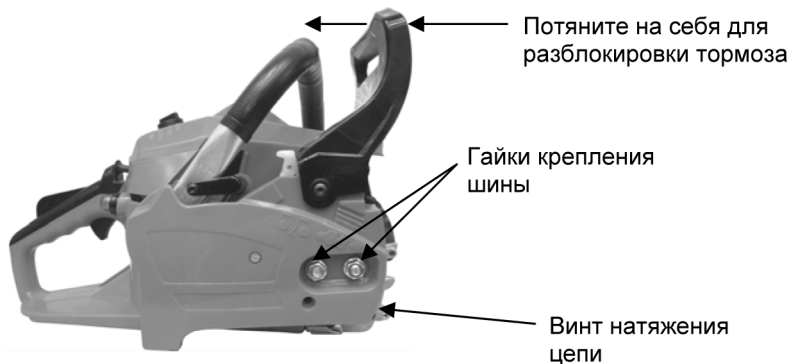

Рис. 3
1. Перед установкой шины и цепи убедитесь, что инерционный тормоз цепи разблокирован. Для этого потяните ручку инерционного тормоза на себя (рис. 3).
2. Комбинированным ключом (входит в комплект) открутите гайки крепления шины (рис. 3) и снимите крышку сцепления.
3. Крутите винт натяжения цепи (рис. 3) против часовой стрелки до тех пор, пока палец натяжения цепи не встанет в крайнее левое положение.